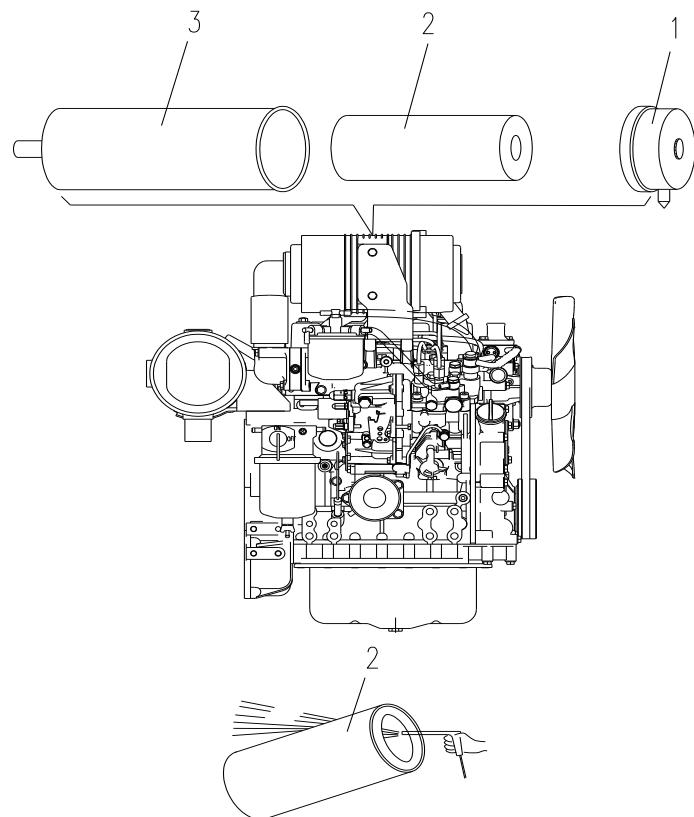

Ilustración 23
▲ Retire el filtro de aire (2). Elimine el polvo y la suciedad de la superficie del filtro con un cepillo suave y límpie el filtro con aire comprimido. La presión del aire no debe ser superior a 0,588MP. Se aconseja mantener una distancia de aproximadamente 300mm entre la boquilla de aire y el elemento filtro. Se recomienda dirigir el chorro de aire comprimido desde el interior del filtro hacia el exterior. (Ilustración 23).